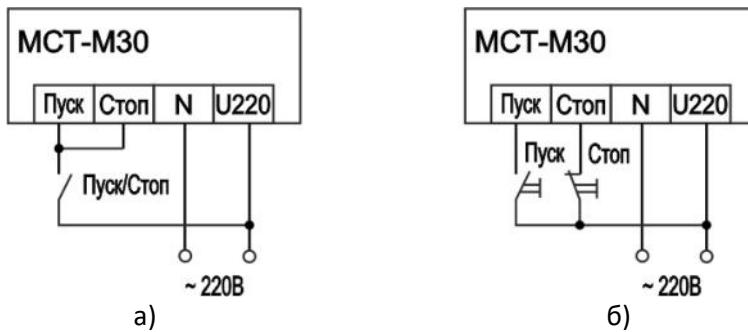

Рисунок 3 - Варианты управления дискретными входами
- 1.6.2 Пускатели могут управляться по 2-х-проводной схеме постоянным сигналом «Пуск/Стоп» либо по 3-х-проводной схеме с импульсными сигналами от кнопок «Пуск» и «Стоп». См. рис.3.